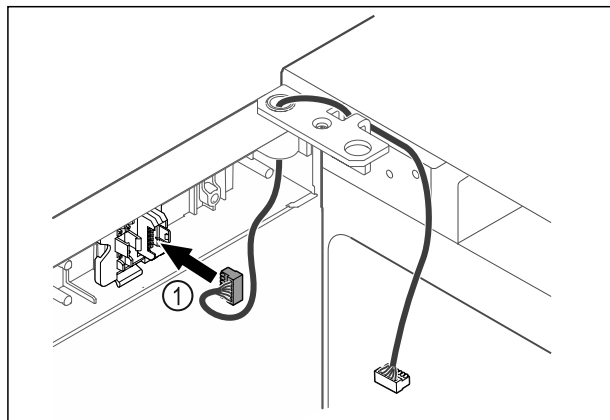

Fig. 49
- Dugja be a dugót Fig. 49 (1) a dugófoglatba.